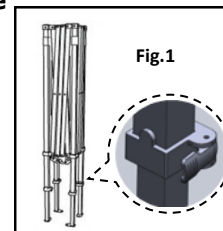

Fig. 1
- Presione hacia adentro una de las palancas ubicadas dentro de las patas de la estructura de la tienda, y extraiga la extensión de la parte superior de la pata hasta el 1.º nivel. Repita el procedimiento para las patas restantes (Fig. 1).
- Extienda la pata hasta la altura deseada (segundo o tercer orificio de la parte inferior de la pata) presione la palanca ubicada dentro de una pata y suelte para insertar el pasador de seguridad en el orificio seleccionado. Repita el procedimiento para ajustar cada una de las patas restantes (Fig. 1).